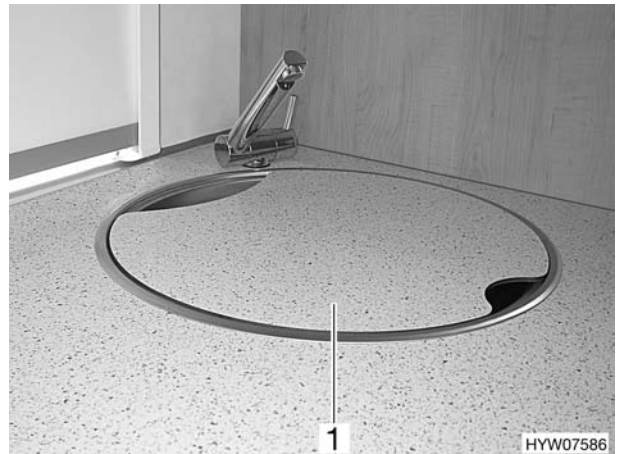

Bild 5 Spülenabdeckung
- ▶ Bei einem Unfall oder bei einer Notbremsung kann die Spülenabdeckung (Bild 5,1) die Insassen des Fahrzeugs verletzen. Vor der Fahrt die Spülenabdeckung von der Spüle nehmen und sicher im Küchenblock oder im Kleiderschrank verstauen.